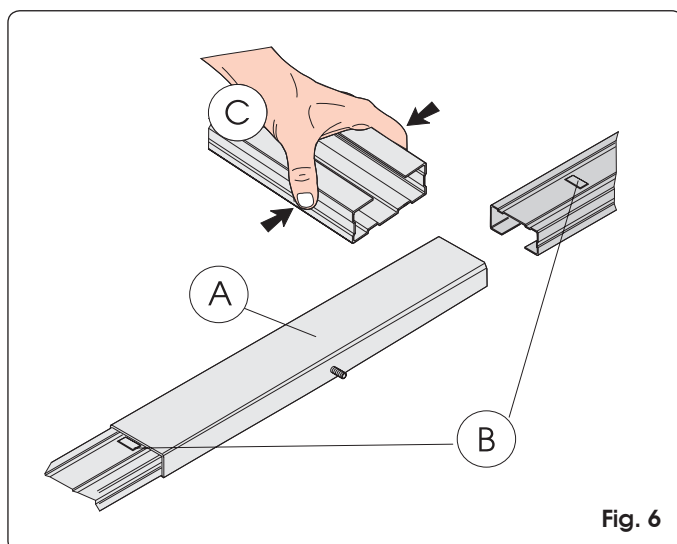

Fig. 6
- 1) Assembleer de twee delen van de geleiderail door ze in het centrale verbindingsstuk te zetten (Fig. 6 ref. A) tot aan de metalen profielen (Fig. 6 ref. B). Om de rail er makkelijker in te krijgen wordt aangeraden hem in het centrale verbindingsstuk te steken terwijl u hem in elkaar drukt, zoals aangegeven in Fig. 6 ref. C. Gebruik geen gereedschappen die de rail of het verbindingsstuk kunnen vervormen.